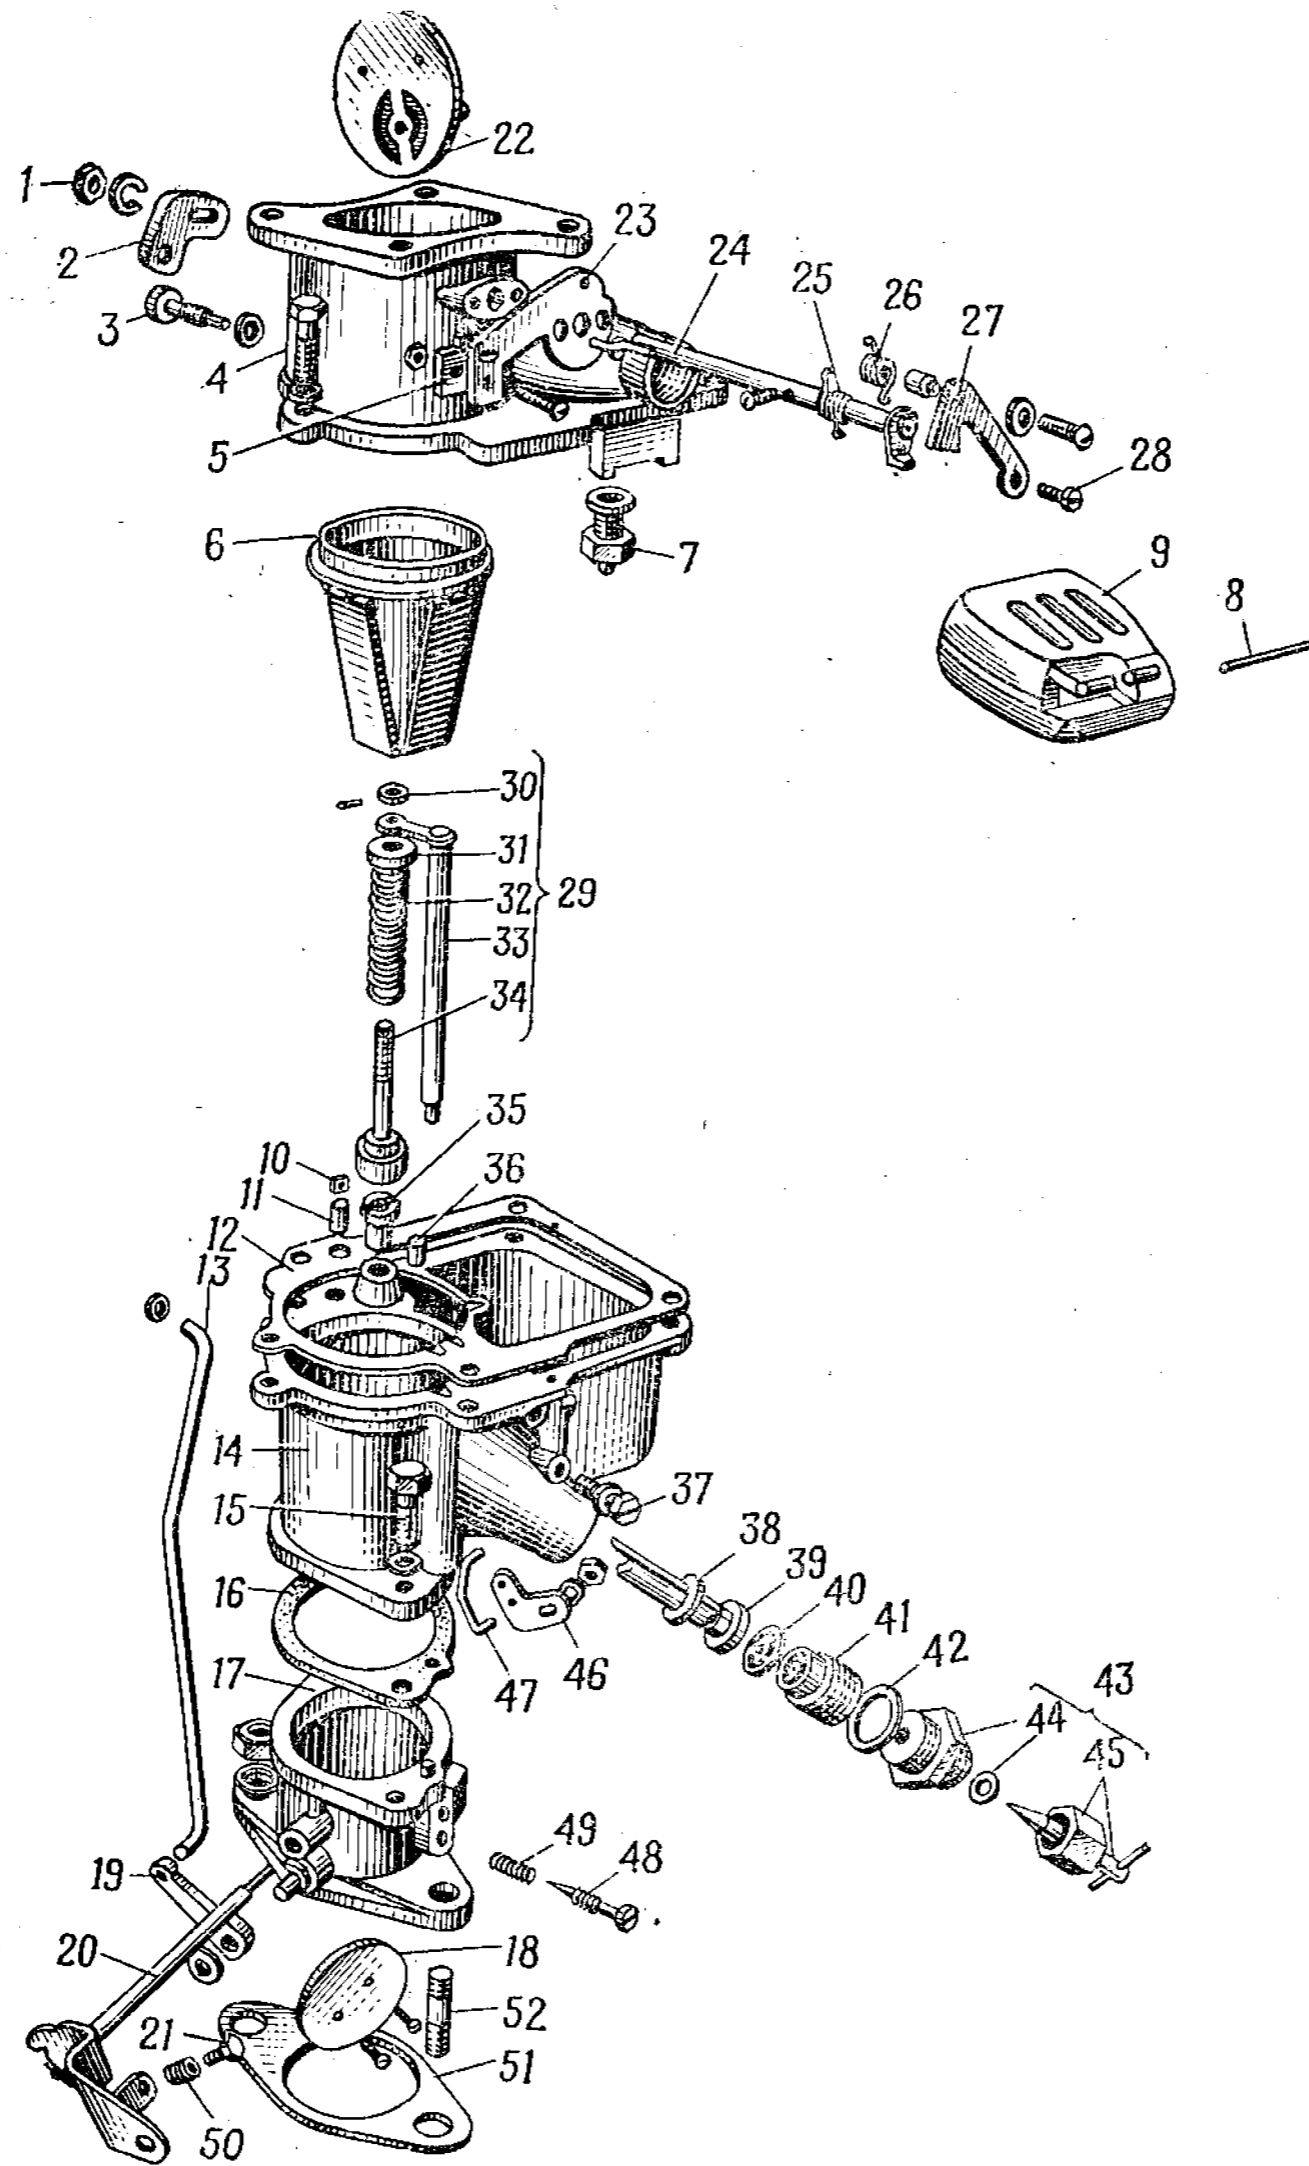

Рис. 62. Карбюратор К-22Д:
<p style="text-align: center;">Разборка карбюратора К-22Д</p> <p>1. Установить карбюратор на стенд для разборки и сборки карбюраторов и топливных насосов</p> <p>2. Расшплинтовать нижний конец тяги 13 (рис. 62), снять шайбу и отъединить тягу от эксцентрика 19</p> <p>3. Вывернуть винты с шайбами крепления верхнего корпуса 4 к корпусу 14 поплавковой камеры, снять верхний корпус в сборе и отъединить тягу 13 от рычага 2</p>	<p>Стенд для разборки и сборки карбюраторов и топливных насосов</p> <p>Плоскогубцы 150</p> <p>Отвертка В 175×0,7</p>
6. Вывернуть жиклер 3 (рис. 62) с шайбой из верхнего корпуса 4	Отвертка В 175×0,7
19. Вывернуть болты 15 (рис. 62) с шайбами, снять корпус 14 и прокладку 16 с корпуса 17	Ключ 12—14; отвертка В 250×1,4
29. Установить в корпус 17 (рис. 62) ось 20, дроссельную заслонку 18, ввернуть винты с пружинными шайбами, не затягивая винтов, отрегулировать положение дроссельной заслонки и затянуть винты.
39. Установить на корпус 14 (рис. 62) прокладку и диффузор 6 в сборе, совместив отверстия в диффузоре и корпусе под рас- пылитель	—